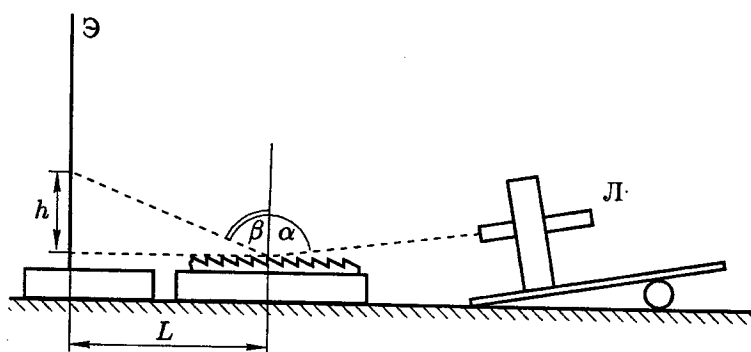

Рис. 22
4. Определим расстояние  $d$  между соседними кольцевыми сегментами. Для этого используем линзу как отражательную дифракционную решётку. Соберём оптическую схему (рис. 22):